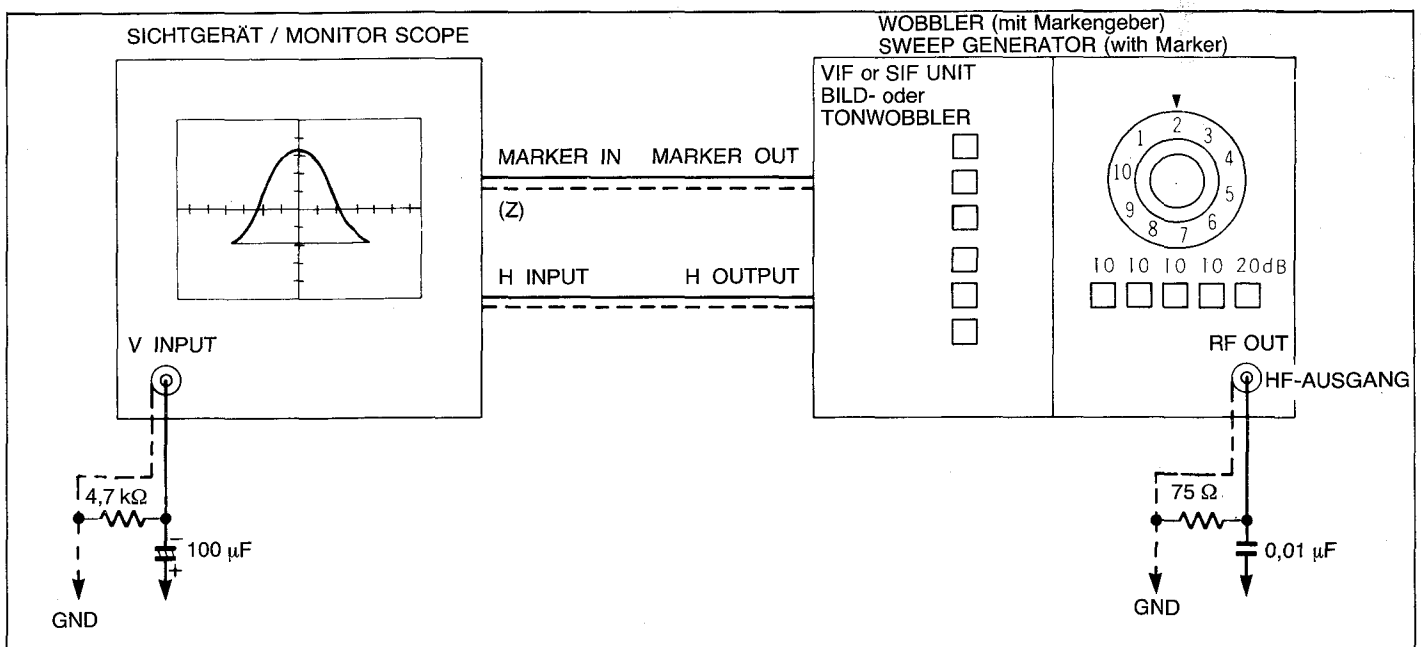
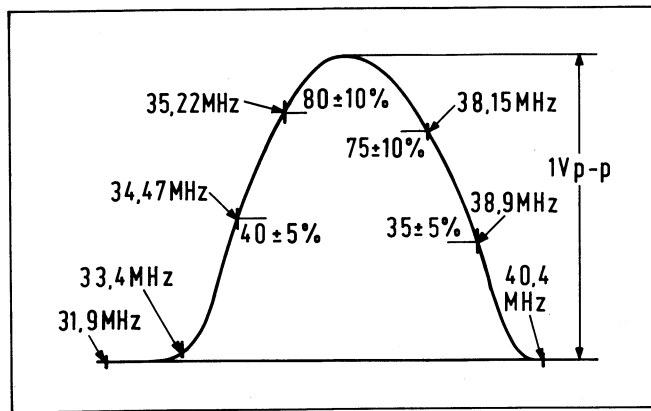

Fig. 3
Fig. 6 ZF-WOBBELKURVE
2. Den Markengeber-Ausgang (MARKER OUT) des Wobblers mit dem Anschluß „MARKER IN“ oder „Z“ des Sichtgerätes verbinden (siehe Fig. 3).
2. Connect the Marker-Out of the VIF Sweep Generator to the Marker-In or Z Terminal of the Scope (see Fig. 3).
1. Wobbler, Markengeber und Sichtgerät wie in Fig. 3 gezeigt anschließen.
1. Den Wobbler wie in Fig. 3 gezeigt anschließen.
2. Die Abstimmung auf „VHF oberer Frequenzbereich“ einstellen. Die Spannung am Pin 1 des Steckers P 7001 (BT) soll $10 \text{ V} \pm 0,5 \text{ V}$ betragen.
11. T 701 und T 703 (C-, D-, E- und F-Spulen) so abgleichen, daß der Kurvenverlauf wie in Fig. 6 erreicht wird.
1. Connection of Measuring Equipments is shown in Fig. 3.
1. Connection of measuring equipments is shown in Fig. 3.
10. Adjust T 703 (A) so that the attenuation of the 40.4 MHz trap becomes maximum.
11. Adjust T 701 and (C) (D) (E) (F) of T 703 so that the Sweep output waveform becomes as shown Fig. 6.